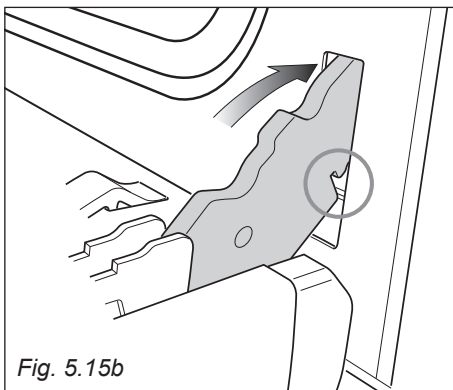

Fig. 5.15b
- Inserire i ganci delle cerniere (destra e sinistra) nel loro alloggiamento; assicurarsi che l'incavo entri nell'apposito alloggiamento (fig. 5.15b).